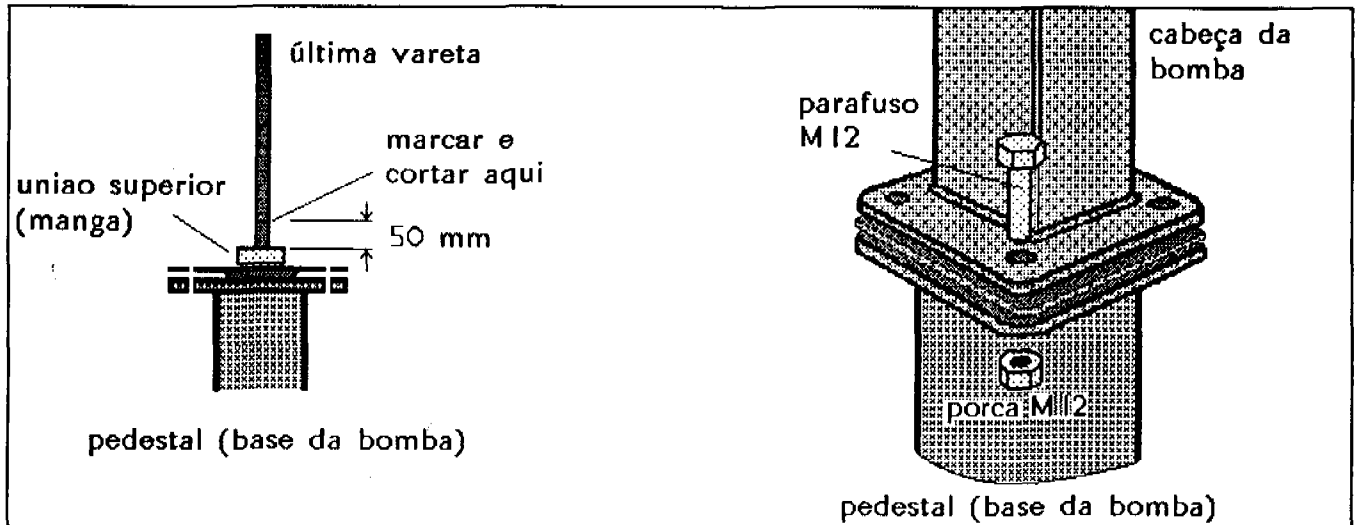

Figura 12
28. Com as varetas nesta posição, marque a última vareta, 50 mm acima da parte superior da manga. Veja figura 12.